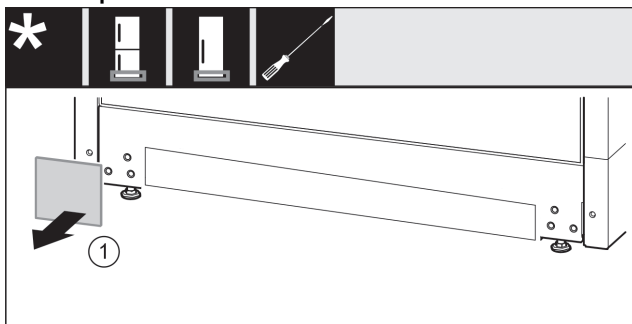

Fig. 16
- Ta av täckplattan. Fig. 16 (1)